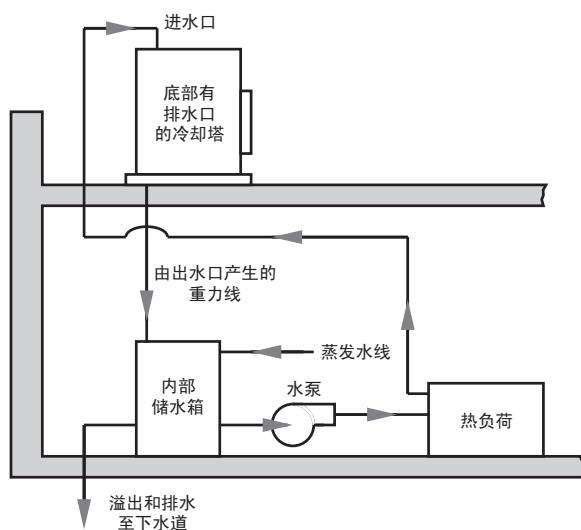

图 2
1. 如果冷却塔必须在结冰天气中运行，建议安装塔时进行重力自流配置。请参见图 2。